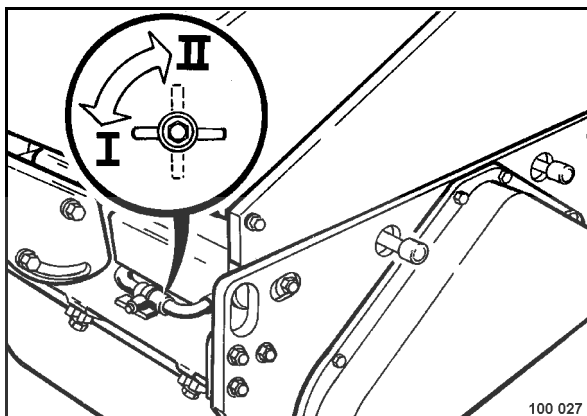

fig. 43
- Déplacer le levier (fig. 43) sur position "I" pour mettre l'arrosage en marche.